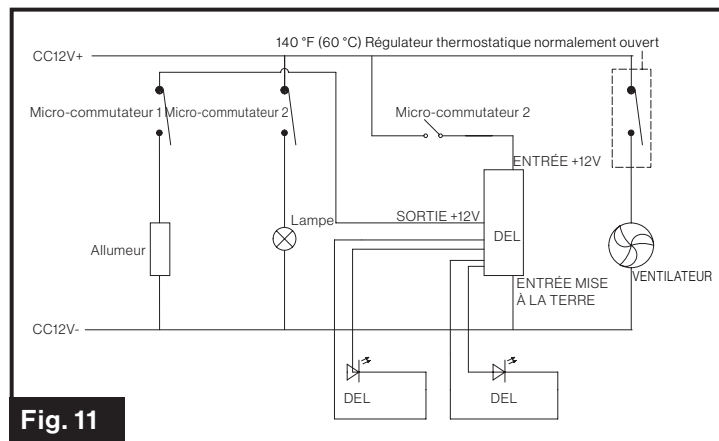

Fig. 11
- L'alimentation électrique de ce four est de 12 V. Raccordez les composants ci-dessous séparément. (Fig. 11)